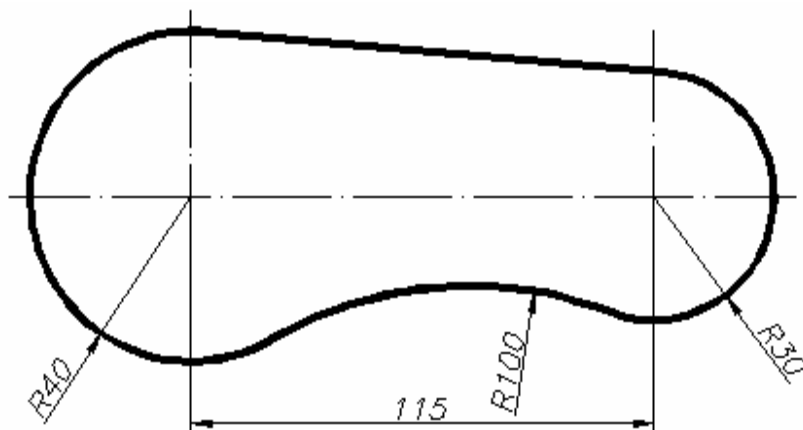

Рис. 2.3
**Задание 3.** Создать замкнутый плоский контур согласно размерам рис. 2.3 с помощью команды **Полилиния (Pline)**, шириной линии **1.2**, выполнив вспомогательные построения.